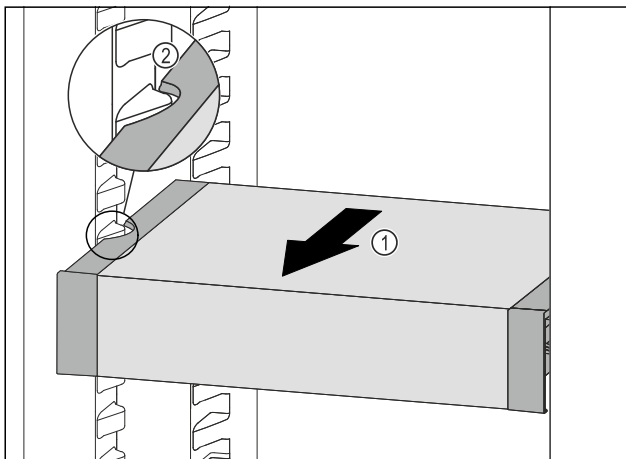

Fig. 123
- ▶ Vedä VarioSafe-laatikkoa eteenpäin Fig. 123 (1), kunnes Variosafen sivuilla olevat lovet ovat jääkaappiosassa olevien kannattimien tasolla. Fig. 123 (2)